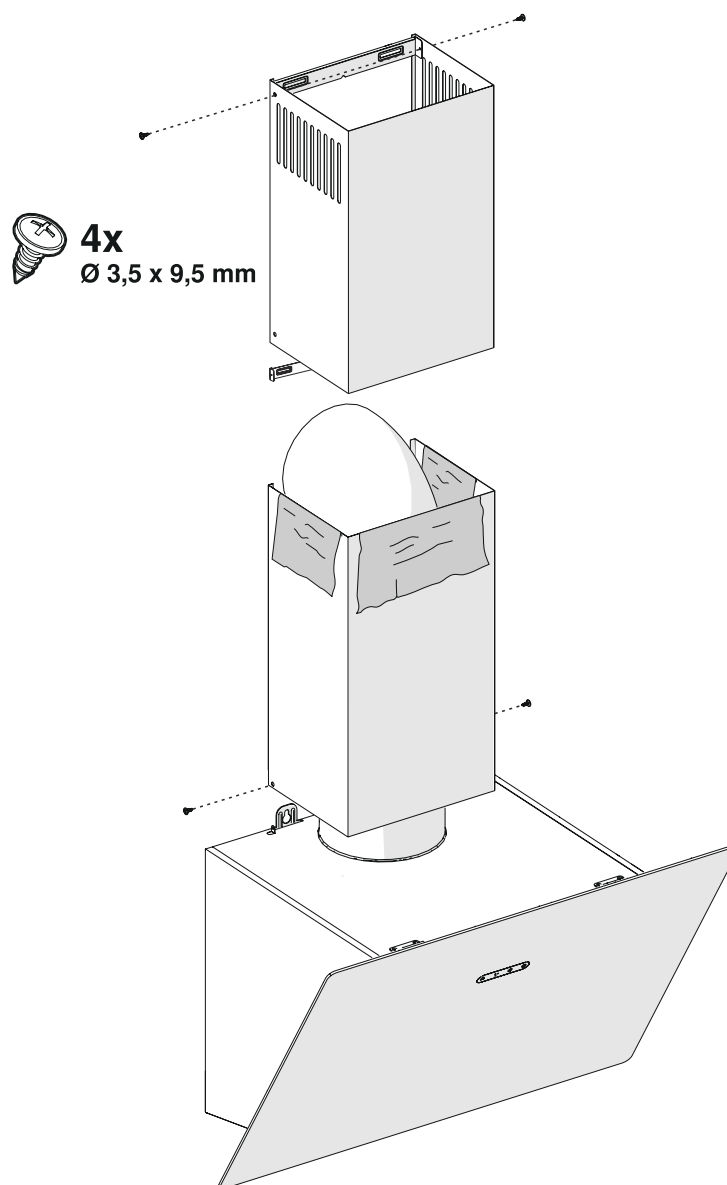

Fig. 13
- S'il y a des feuilles de protection sur les conduits, retirez-les (Fig. 13).
- En tirant le conduit supérieur vers le haut et en le vissant à la plaque de raccordement du conduit à travers les côtés gauche et droit.(Fig. 13).
- Montez le conduit inférieur sur le corps par les côtés gauche et droit.(Fig. 13).